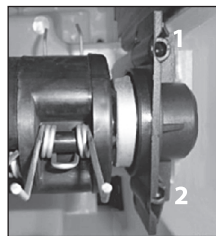

Рис. 7.4
3. Закрутите винты (1) и (2) (рис. 7.4).